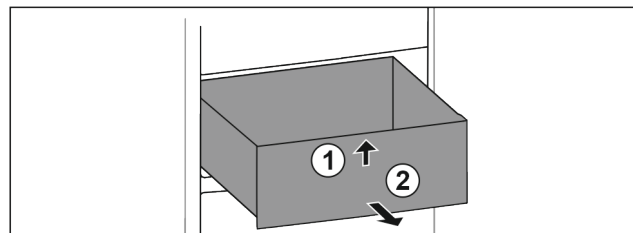

Fig. 13
- Ridicați în față Fig. 13 (1).
- Extrageți spre înainte Fig. 13 (2).